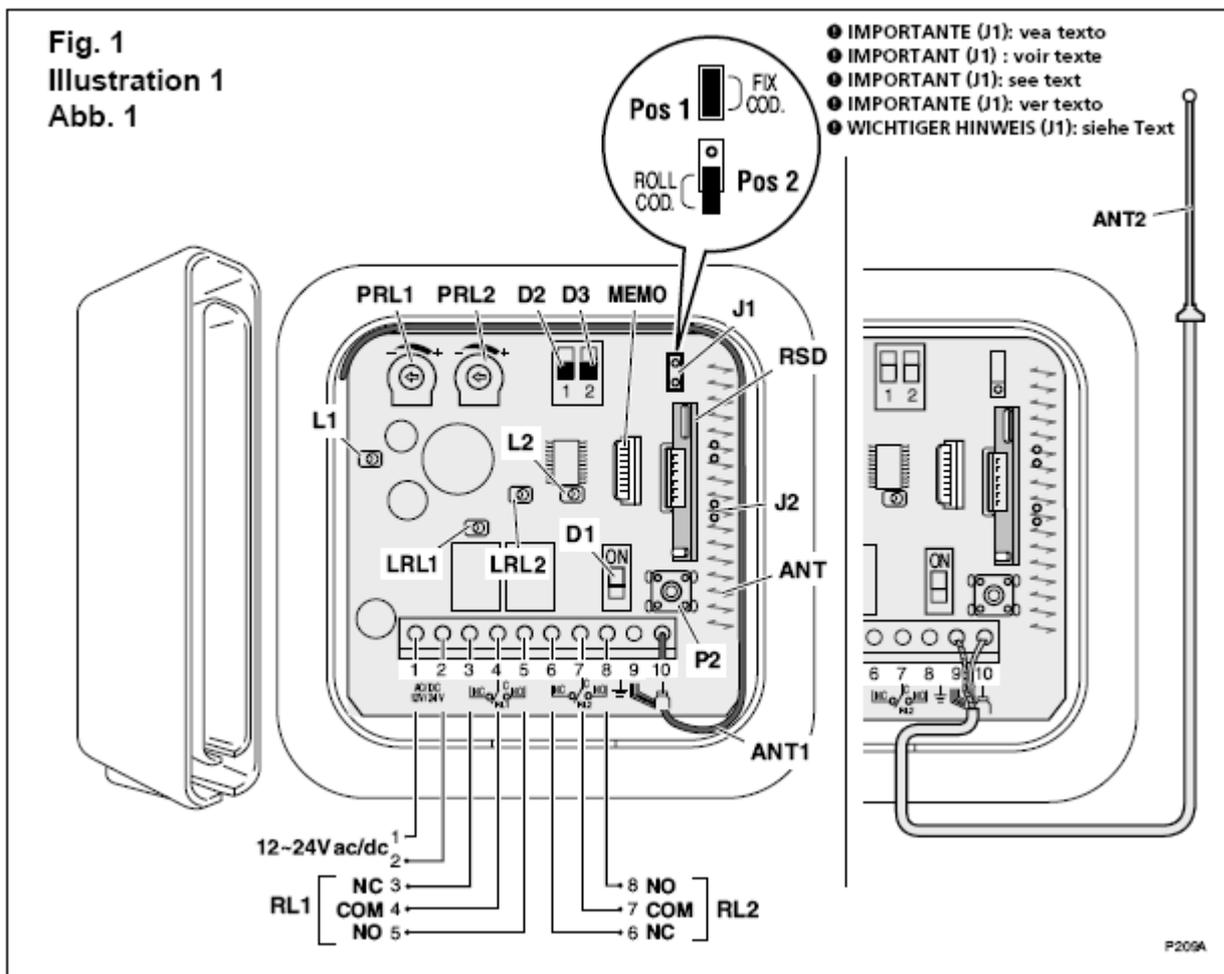

Рис. 1. importante (J1): vea texto – важная информация (J1): смотр. текст
### Компоненты (Рис. 1)
3. Установите необходимые электрические соединения (смотри. Рис. 1).